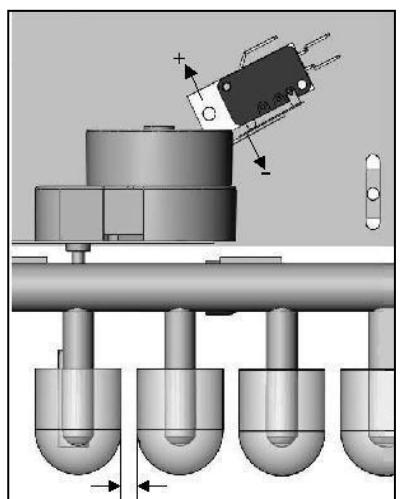

Fig. 6.3: Réglage de l'épaisseur des glaçons
**ATTENTION:** Avec le réglage maximum, il faut veiller à laisser une distance minimale entre glaçons terminés de 1,5 à 2 mm (voir Fig. 6.3). La machine risque sinon de produire une plaque de glace, ce qui provoque des dysfonctionnements.